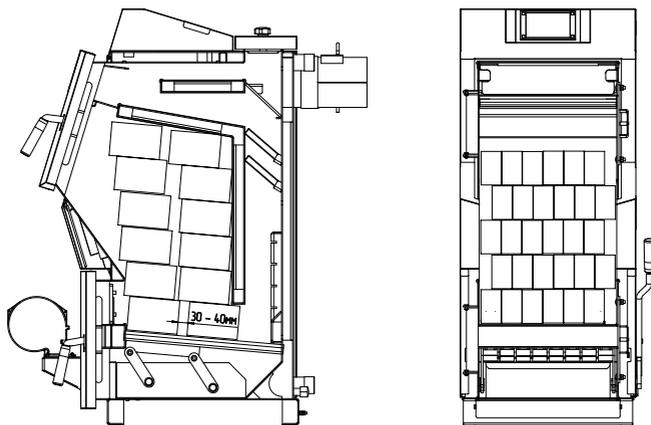
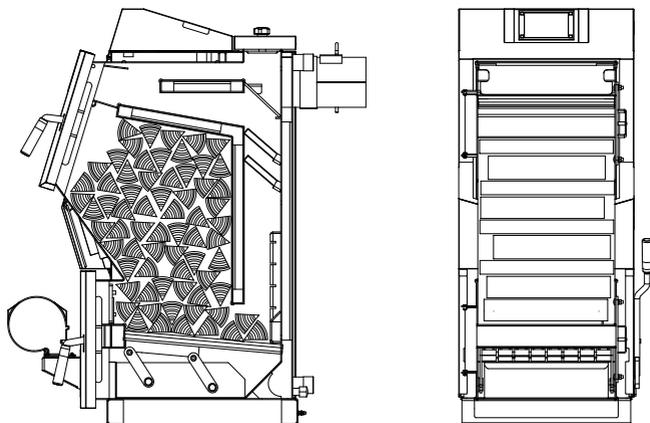
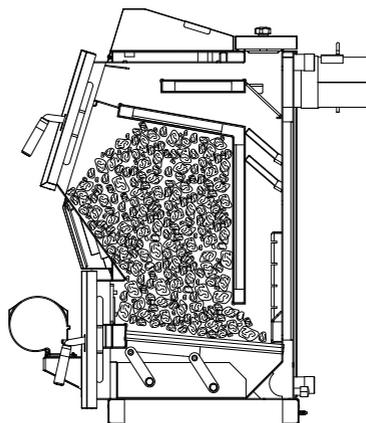

Рис.9 Схема загрузки котла древесными брикетами.
Рис.10 Схема загрузки котла дровами.
Рис.11 Схема загрузки котла углём.
8.5.5. Для полной загрузки котла топливом для длительного горения необходимо: выключить вентилятор нажатием кнопки «СТОП», открыть дверцу загрузочную аккуратно приоткрыв её на 5-10 мм на 10-15 секунд для предотвращения хлопка пиролизных газов и заполнить топку котла топливом, равномерно распределяя его по всему объему в соответствии с Рис.9, Рис.10, Рис.11. После загрузки котла убедиться в отсутствии просыпания топлива на рамку загрузочной двери и отсутствии топлива возле загрузочной двери. После загрузки котла топливом закройте и зафиксируйте дверцу загрузочную (Рис.1 поз.3) и запустите вентилятор кнопкой «ПУСК».
8.5.6. Перед добавлением новой порции топлива убедитесь, что в топке котла заканчивается топливо, узнать о наличии топлива можно во время чистки водоохлаждаемых колосников и зольного ящика через дверцу поддувальную. Для загрузки новой порции топлива в котёл необходимо, выключить вентилятор наддува нажатием кнопки «СТОП», произвести чистку колосников шуровочным механизмом, открыть дверцу поддувальную (Рис.1 поз.6), произвести чистку зольного ящика, после чистки установить его на место и закрыть дверцу зольную. Открыть дверцу загрузочную аккуратно приоткрыв её на 5-10 мм на 10-15 секунд для предотвращения хлопка пиролизных газов и заполнить топку котла топливом, равномерно распределяя его по всему объему в соответствии с Рис.9, Рис.10, Рис.11. После загрузки котла топливом закройте и зафиксируйте дверцу загрузочную (Рис.1 поз.3) и запустите вентилятор кнопкой «ПУСК».